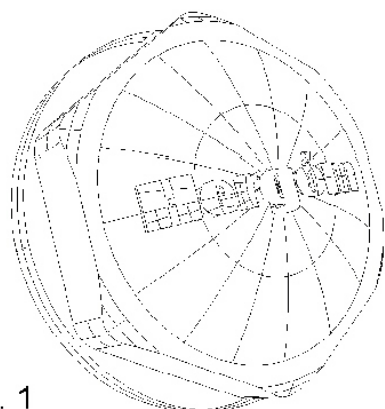

Fig. 1
- Fig. 1 – Válvula de esvaziamento